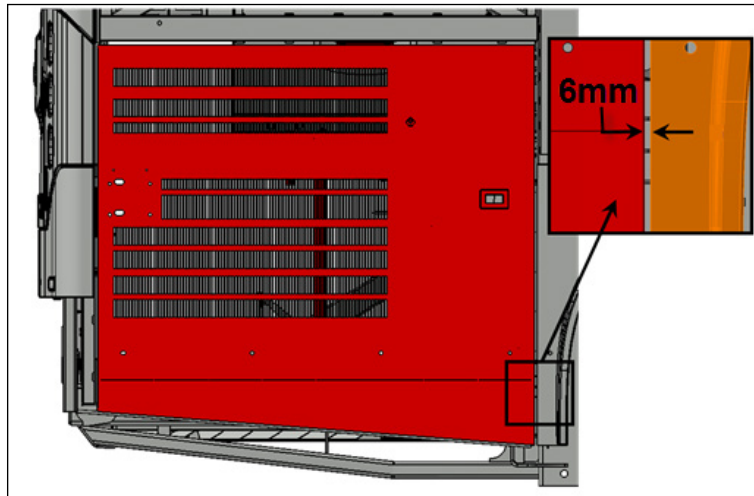

FIGURE 8
7. Vérifier le jeu entre la porte et l'aile arrière au niveau du bras inférieur de la porte. Le jeu devrait être  $\frac{1}{4}$ " (6 mm) (Figure 8).